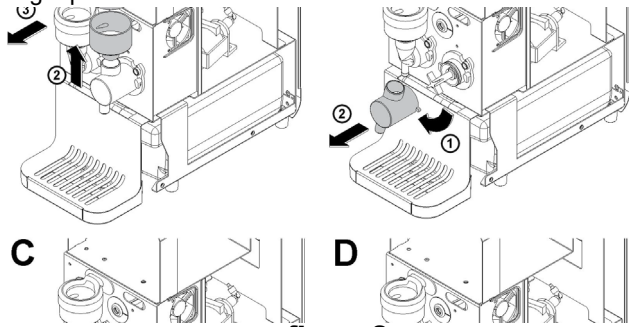

figure 8
- 5 Pour démonter les mélangeurs, procéder comme suit (voir la figure 8):
1 Remonter les groupes de mélange dans l'ordre inverse de celui décrit dans le chapitre précédent (voir la figure 8).